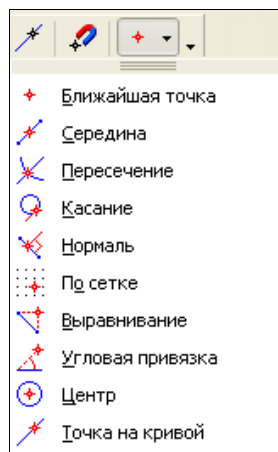

Рис. 6.5. Меню локальных привязок
- ◆ из панели инструментов **Глобальные привязки**, нажатием ЛК мыши кнопки **Локальная привязка** (рис. 6.5).
- ♦ на панели инструментов **Глобальные привязки** активизировалось окно **Локальные привязки** (см. рис. 6.5). Щелкните ЛК мыши по треугольнику в этом окне. На экране появится аналогичное меню с локальными привязками. Выберите привязку **Ближайшая точка**. Переводите курсор на вторую окружность к точке **T3** до срабатывания локальной привязки. Обратите внимание, что при перемещении курсора центр "ловушки" точно перемещается вдоль дуги. Помещайте "ловушку" в точку дуги и щелкайте ЛК мыши, т. е. фиксируйте вторую точку отрезка. На панели инструментов в окне появилась кнопка с последней выполненной привязкой.